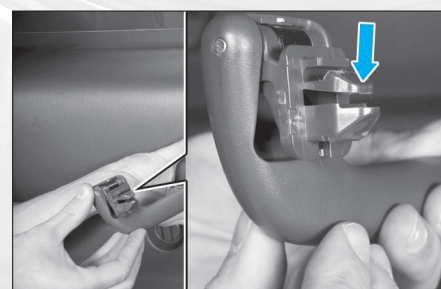

FIG. 68
- Décliper la poignée intérieure en appuyant sur la partie supérieure de la poignée (voir Fig.68).